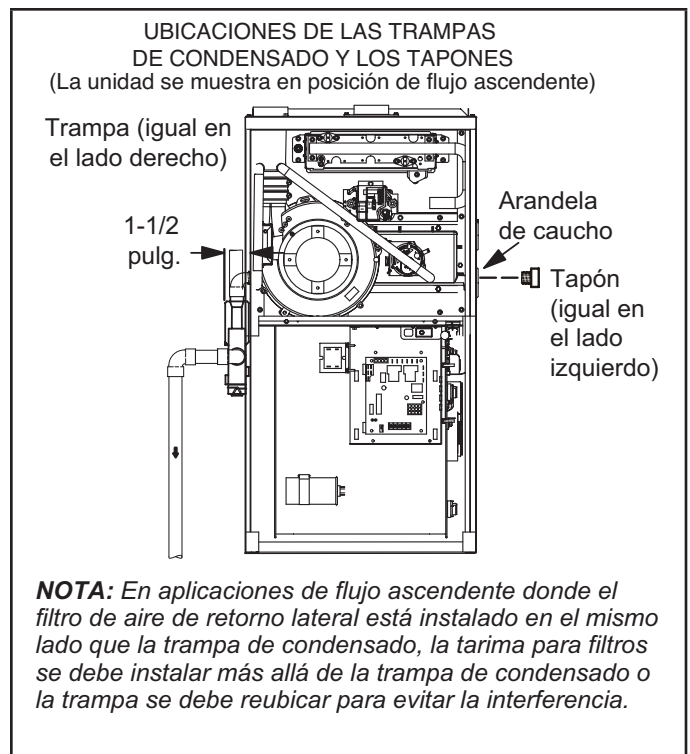
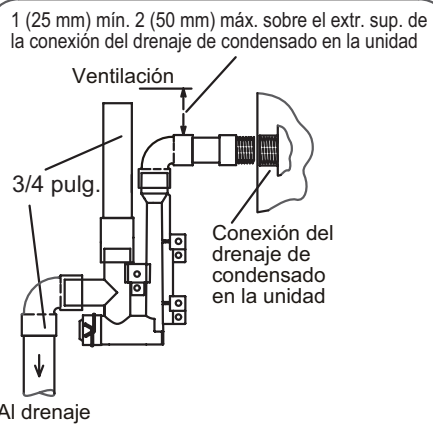

FIGURA 46
FIGURA 54
Esta unidad está diseñada para salida de la tubería de condensado a la derecha o a la izquierda en aplicaciones de flujo ascendente. En aplicaciones horizontales, la trampa de condensado se debe extender debajo de la unidad. Se requiere un espaciamiento de servicio de 8 pulg. para la trampa de condensado. Consultar la FIGURA 46 y la FIGURA 48 para las ubicaciones de las trampas de condensado. La FIGURA 54 muestra el ensamble de trampa usando PVC de 1/2 pulg. o PVC de 3/4 pulg.
- 2 - Use un destornillador grande de punta plana o una extensión de la boquilla de accionamiento de 1/2 pulg. y retire el tapón (FIGURA 46) de la caja del cabezal del extremo frío en la ubicación apropiada en el costado de la unidad. Instale el accesorio del codo macho hembra de 3/4 NPT en la caja del cabezal del extremo frío. Use cinta de Teflón o un recubrimiento para tuberías apropiado.
- 3 - Instale la tapa sobre la abertura de limpieza en la base de la trampa. Sujétela con una abrazadera. Ver FIGURA 54.
- 4 - Instale la trampa de drenaje con los accesorios de PVC apropiados y aplique pegamento a todas las uniones. Aplique pegamento a la trampa de drenaje proporcionada como se muestra en la FIGURA 54. Dirija la línea de condensado a un drenaje abierto. La línea de condensado debe mantener una inclinación hacia abajo de 1/4 pulg. desde el calefactor al drenaje.